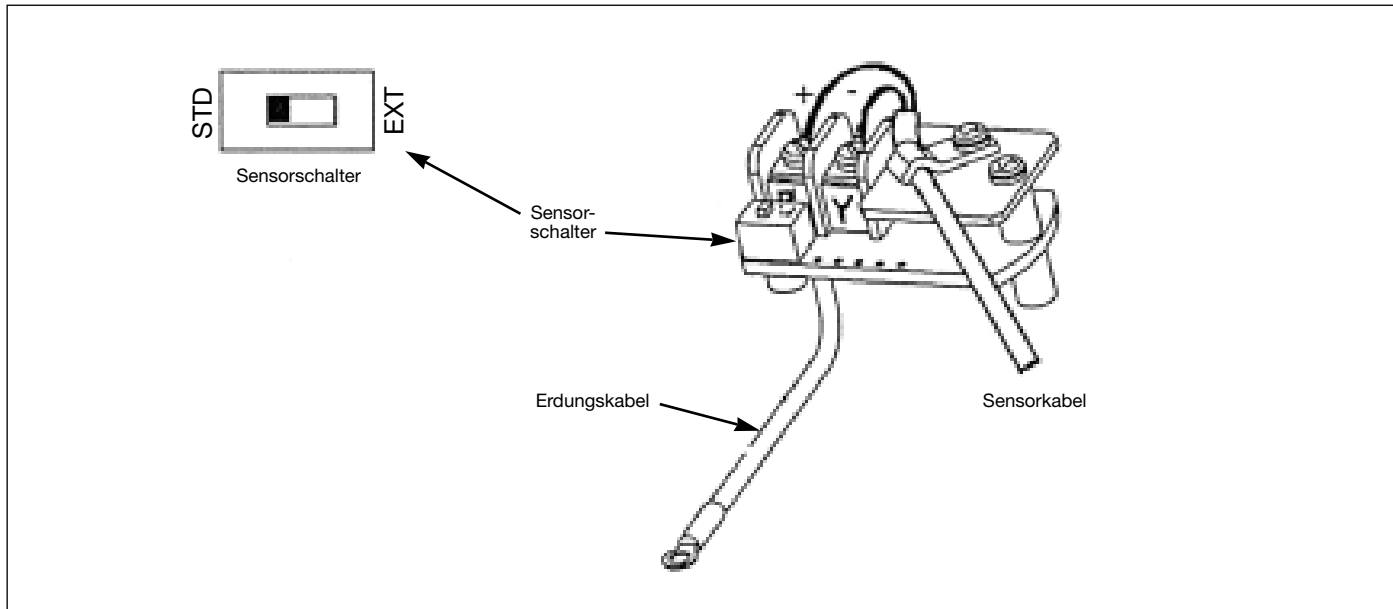

Abbildung 25. Vorverstärkerbaueinheit
- Gelbes und braunes Sensorkabel durch die Zugentlastungsklemme auf der Vorverstärkerplatine führen. Klemme anziehen und Sensorkabel am Kabelanschlußblock anschließen. Da die farbliche Codierung wichtig ist, prüfen, ob diese korrekt ist. Siehe dazu Abbildung 25.